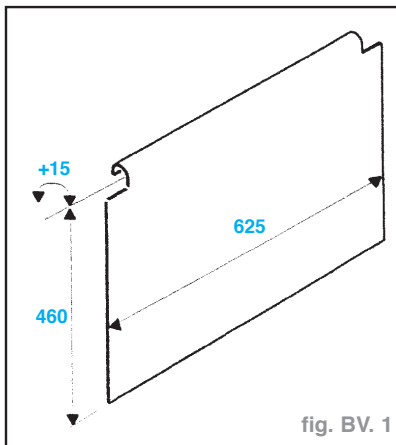

fig. BV. 1
- Mettre en place l'outil local de protection du radiateur (**IMPÉRATIF**) (fig. BV. 1)